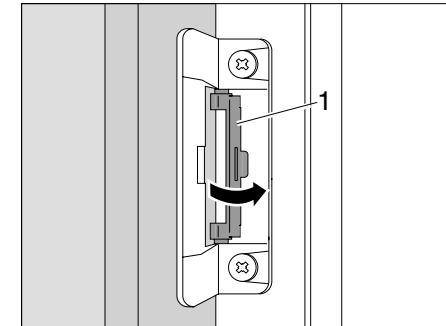

Bild 64 Arretierung in Ausgangslage zurück drehen
- ▶ Arretierung (Bild 64,1) in Ausgangslage zurück drehen.